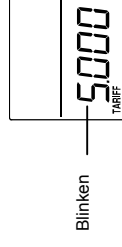

Bild 15
1. Halten Sie die TARIFF-Taste für 2 Sekunden gedrückt, um den Einstellungsmodus für --Stromtarife zu starten, die höchste Anzeigestelle beginnt zu blinken. (Bild 15)